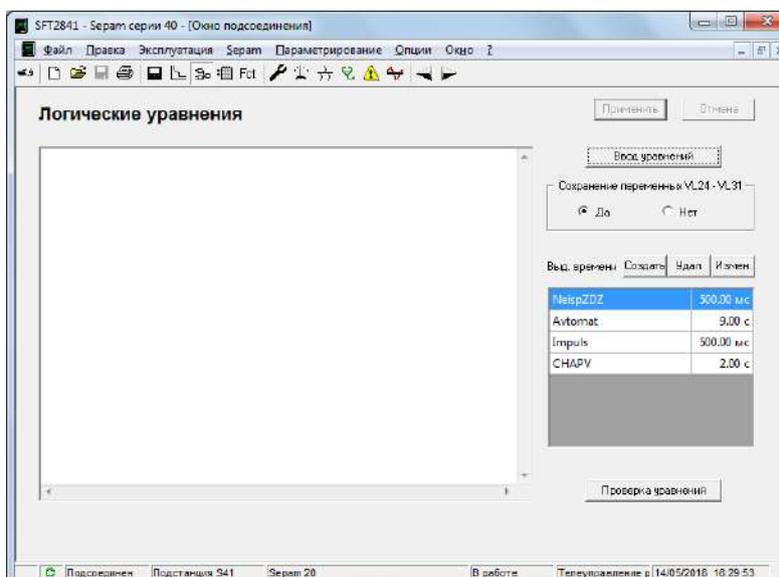

Рисунок 1.8 – Окно «Логические уравнения»
14. Иконка «Логические уравнения» (рис. 1.8) отвечает за редактирование управляемой логики блока. Посредством составления уравнений можно устанавливать необходимые алгоритмы селективности для настройки детальных механизмов работы защиты.